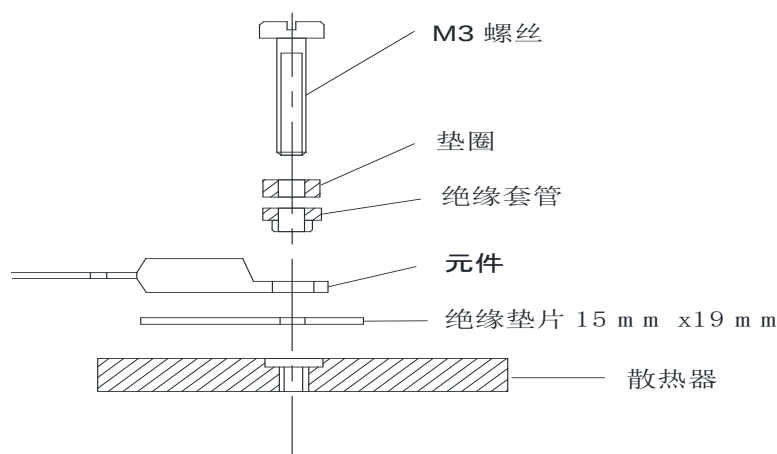
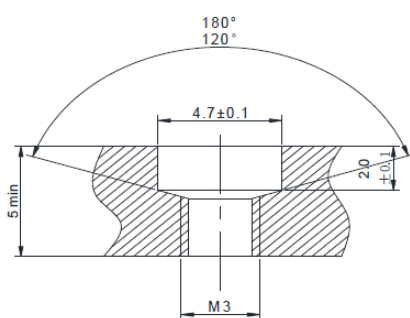
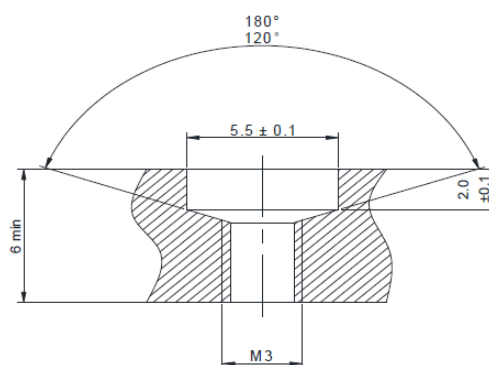

图12 螺丝紧固散热器
图13 500V绝缘等级的散热器要求
图14 800V绝缘等级的散热器要求
- 螺丝紧固散热器，如图12所示。500V绝缘等级的散热器要求，如图13所示；800V绝缘等级的散热器要求，如图14所示。